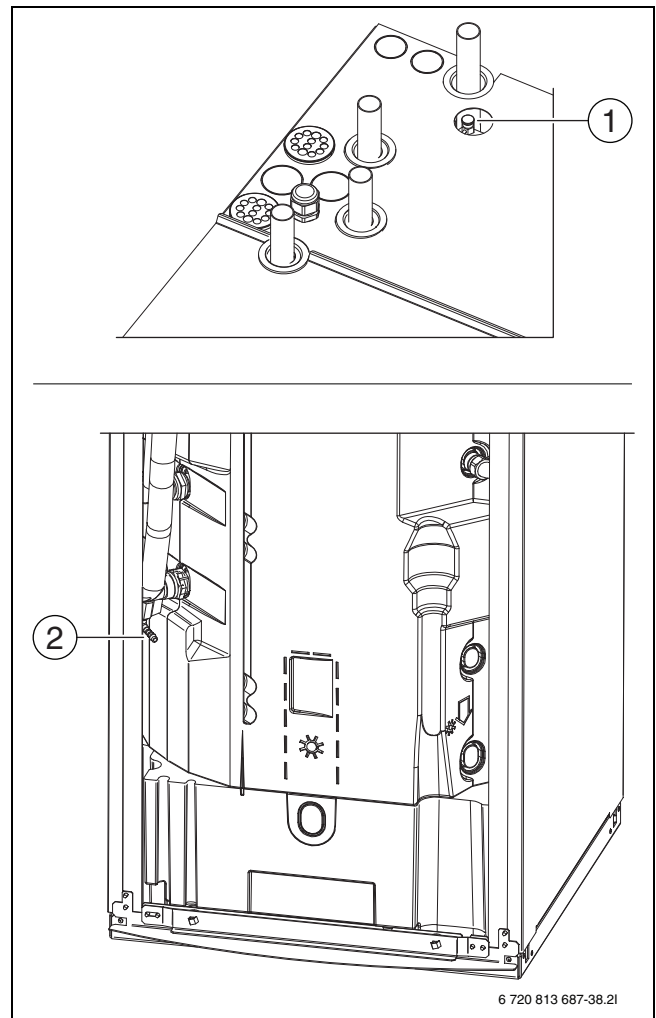

Bild 24 Entlüftungspunkte
3. Entlüftungsschraube oben auf der Wärmepumpe (→ [1] Abb. 24) öffnen und geöffnet lassen, bis nur noch Wasser aus dem Ablaufschlauch austritt. Entlüftungsschraube schließen.
5. Kleinen Schlauch anschließen oder geeignetes Gefäß an den Nippel des Entleerungsventils halten (→ [2] Abb. 24).